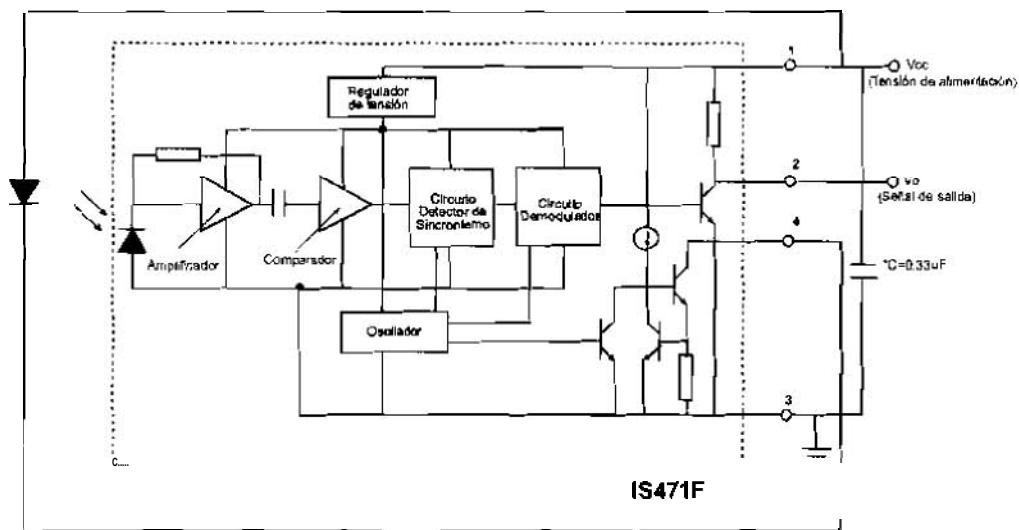

Figura 32-23 Circuito básico de aplicación del IS471F
emisor de infrarrojos que se le conecta tal y como se muestra en el circuito de la figura 32-23.
El circuito práctico de aplicación que proponemos es el de la figura 32-23, con el que se pueden detectar objetos situados a una distancia máxima de 70 mm sin que haya contacto físico con los mismos, la distancia puede disminuir dependiendo del color del objeto sobre el que reflecta el haz infrarrojo. Cuando se alimenta el circuito a 5V, en la patilla de salida (VO) aparece un nivel alto con una tensión de 5V si no hay ningún objeto próximo. Si se coloca un objeto en el radio de acción del dispositivo, en la patilla de salida se obtienen 0 V y por lo tanto un nivel bajo.